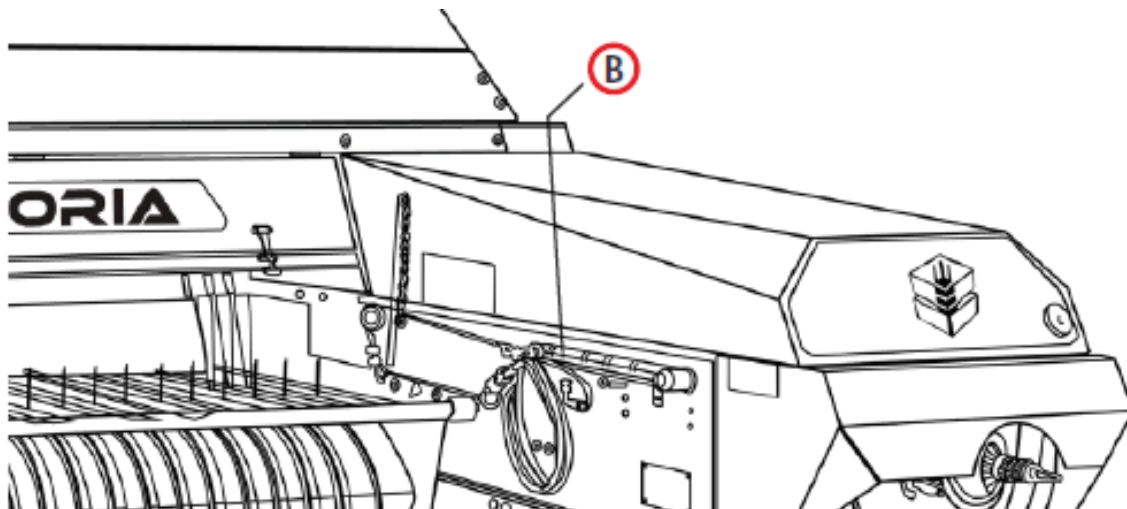

Fig. 2
Cuando la máquina sea proporcionada con un dispositivo hidráulico (B) (Fig. 2), la operación de ajuste debe ser llevada a cabo directamente desde la cabina de manejo del tractor usando la palanca del gato hidráulico.